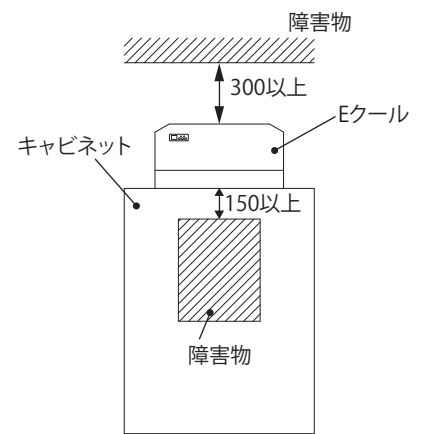

図 1 障害物からの距離
- 吸気口および排気口の通風を妨げたり塞がないよう、また、排気が直接本製品吸気口に流入しないように取付位置に注意してください。能力低下と結露の原因になります。障害物からの距離をキャビネット外側で 300mm 以上、キャビネット内側で 150mm 以上離すことをおすすめします。(図 1)